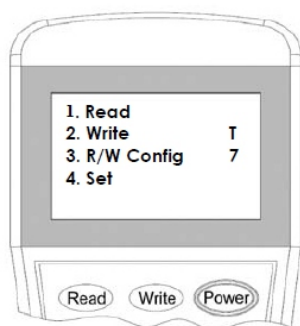

Figura 4
2. Pressione o botão “Write” ou o número “2” para entrar no modo “Write Address” (Figura 4).